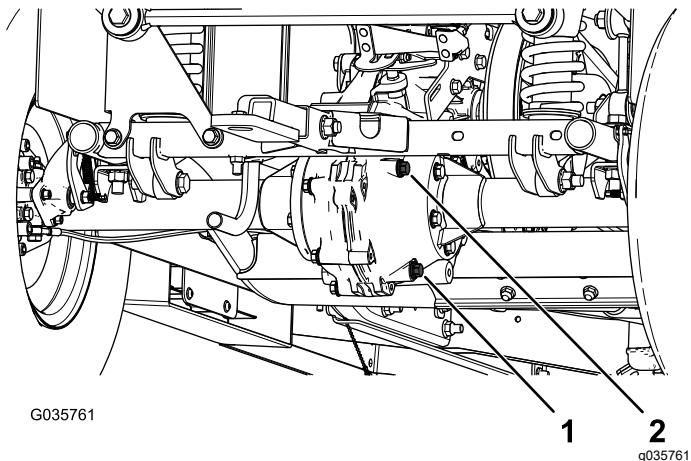

Рисунок 57
4. Снимите пробку заливного отверстия в коробке передач (Рисунок 57).
5. Если уровень жидкости низкий, снимите пробку заливного отверстия и доливайте жидкость указанного типа до тех пор, пока она не начнет вытекать из отверстия (Рисунок 57).
1. Подставьте под пробку сливного отверстия сливной поддон (Рисунок 57).
2. Снимите пробку заливного отверстия и уплотнение (Рисунок 57).
3. Снимите пробку сливного отверстия и уплотнение и дайте рабочей жидкости полностью стечь (Рисунок 57).